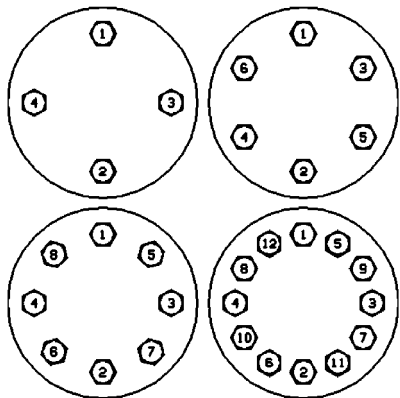

Abbildung 8: Anzugsreihenfolge
- Schmieren Sie die Gewinde der Gehäuseschrauben (6) und die Auflageflächen der Körpermutter (7).
- Schrauben Sie die Körpermutter (7) manuell auf die Gehäuseschrauben (6) und ziehen Sie diese von Hand gleichmäßig fest, so dass die inneren Teile an ihrem Platz gehalten werden. Die Stirnseite des Ventildeckels bzw. Deckelflanschs sollte parallel zur oberen Oberfläche des Ventilkörpers sein.
- Ziehen Sie die Körpermutter (7) gleichmäßig an, indem Sie die Drehmomente in den in Tabelle 2 und Abbildung 8 angegebenen Abstufungen und Reihenfolgen anwenden.